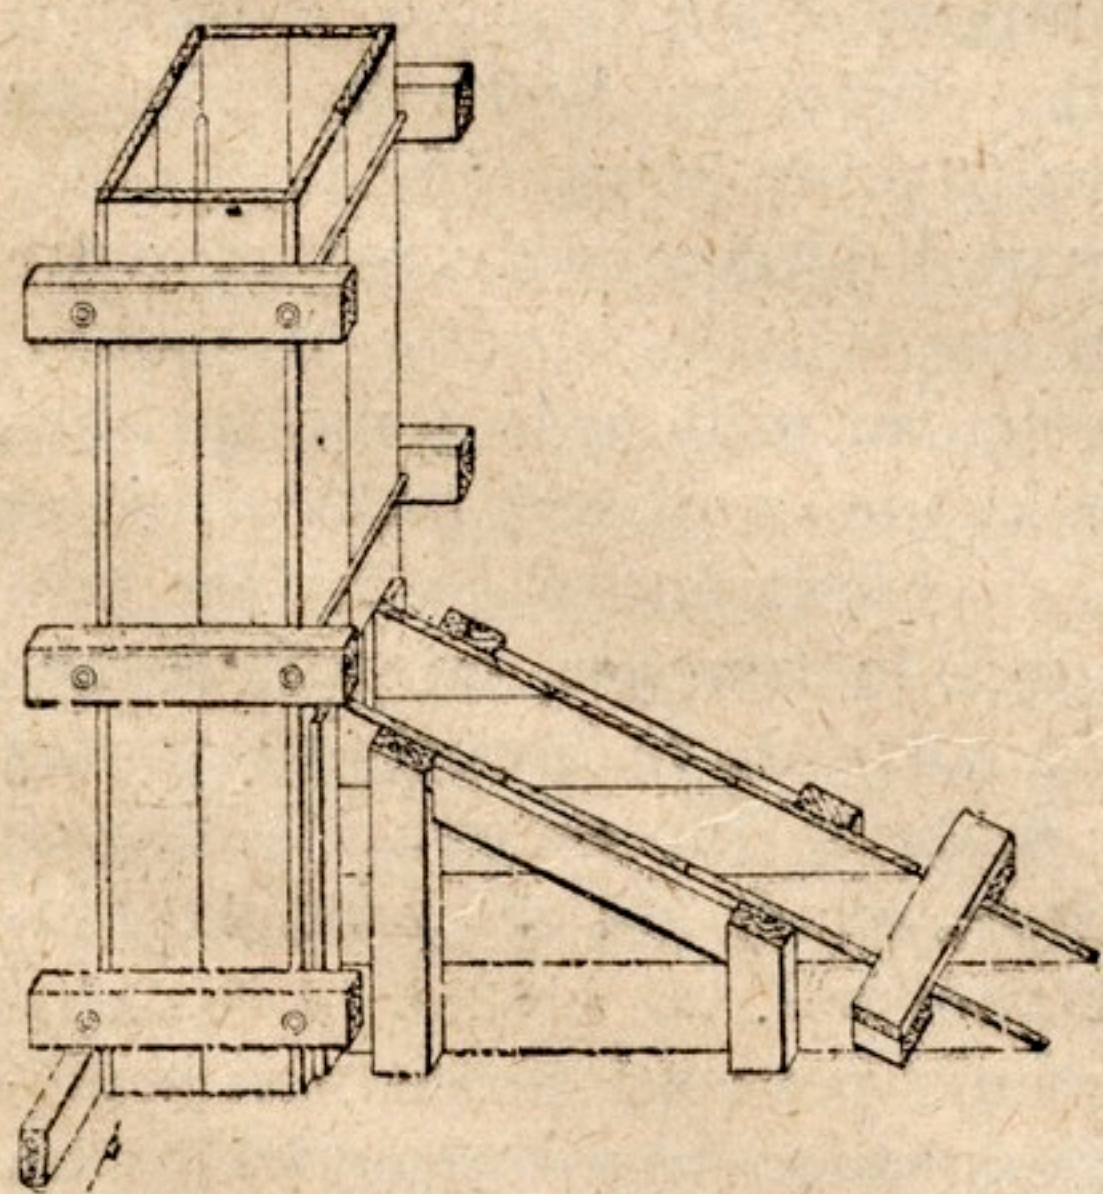

FIG. 2. — Coffrage sur place d'un poteau d'angle avec jambe de renfort.
c) Voici un curieux appareil détecteur du même genre fabriqué avec le corps d'une vieille burette à piston. Sur le corps de cette burette, au milieu du fond, on soudera une tige d'acier ou de laiton courbée à angle droit et suffisamment longue (fig. 2). L'extrémité de la tige sera approchée de l'oreille jusqu'à la toucher, en interposant le pouce. En approchant le corps de la burette de toutes les parties suspectes du moteur, on pourra distinguer nettement quel est l'endroit exact où se produit l'indice d'un fonctionnement anormal.
Un tel poteau sera coffré avec deux sortes de boîtes réunies par de longs boulons et de solides traverses (fig. 2). Naturellement, on ne coffre pas la partie enterrée, qui se moule entre les parois du trou, qu'on a soin de ne pas creuser trop large.